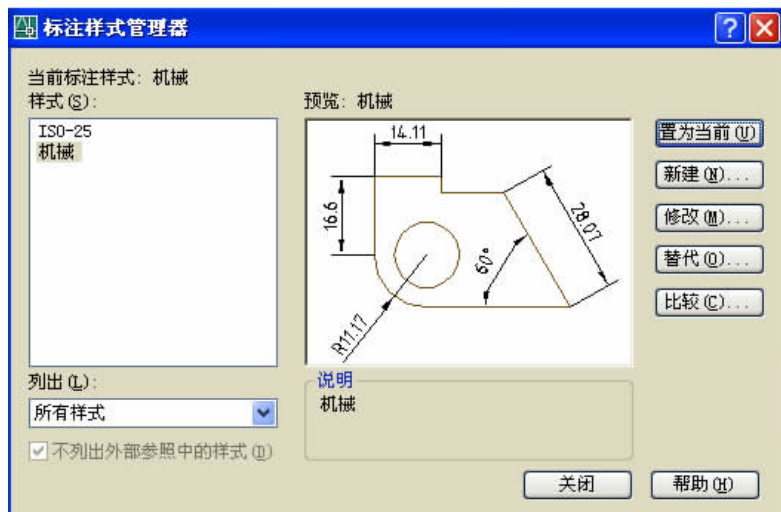

图 6.51 “标注样式管理器”对话框
(1) 在“格式”菜单中选择“标注样式”命令,或者单击“样式”工具栏中的  图标按钮,或通过命令行输入 dimstyle 命令,“回车”后,弹出“标注样式管理器”对话框,如图 6.51 所示。